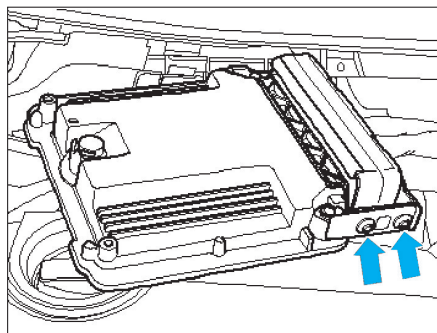

Fig. 26
- Dévisser les vis de rupture à l'aide d'une pince ou d'un petit pointeau (Fig.26).